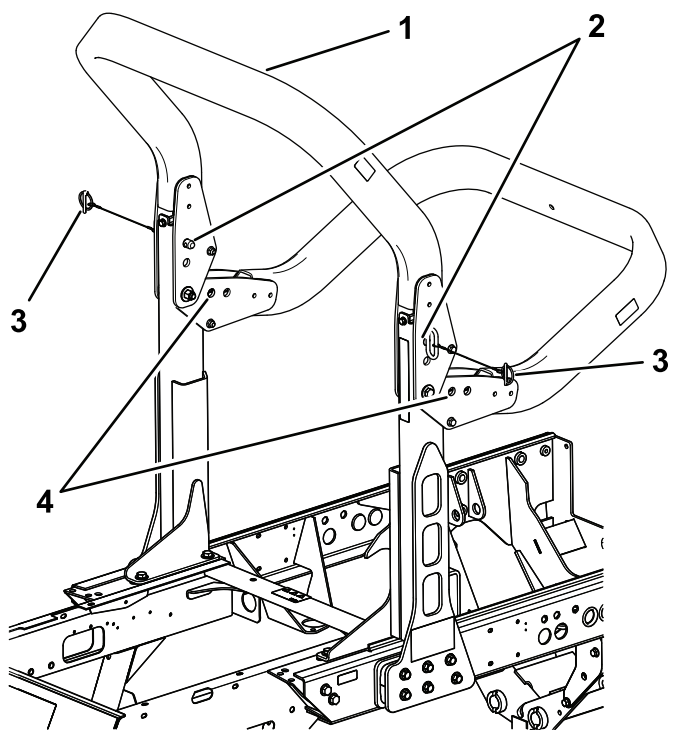

図 42
2. 上部フレームを支えておいて、ピボットブラケットからスナップピンとクレビスを外す 図 42。